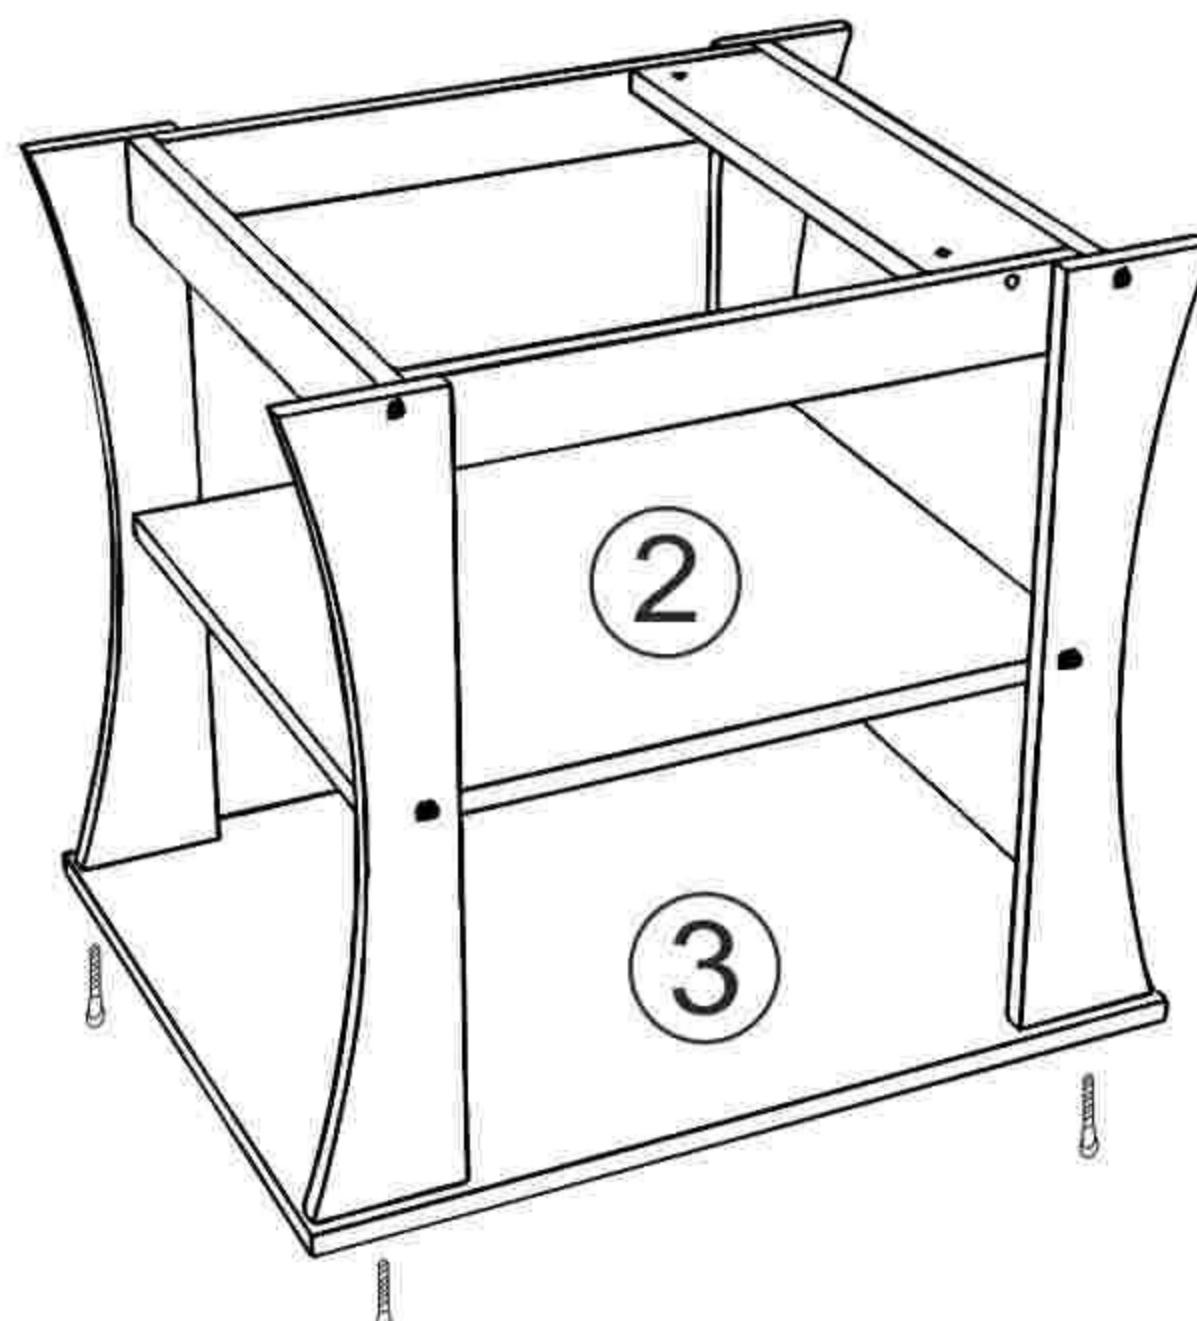
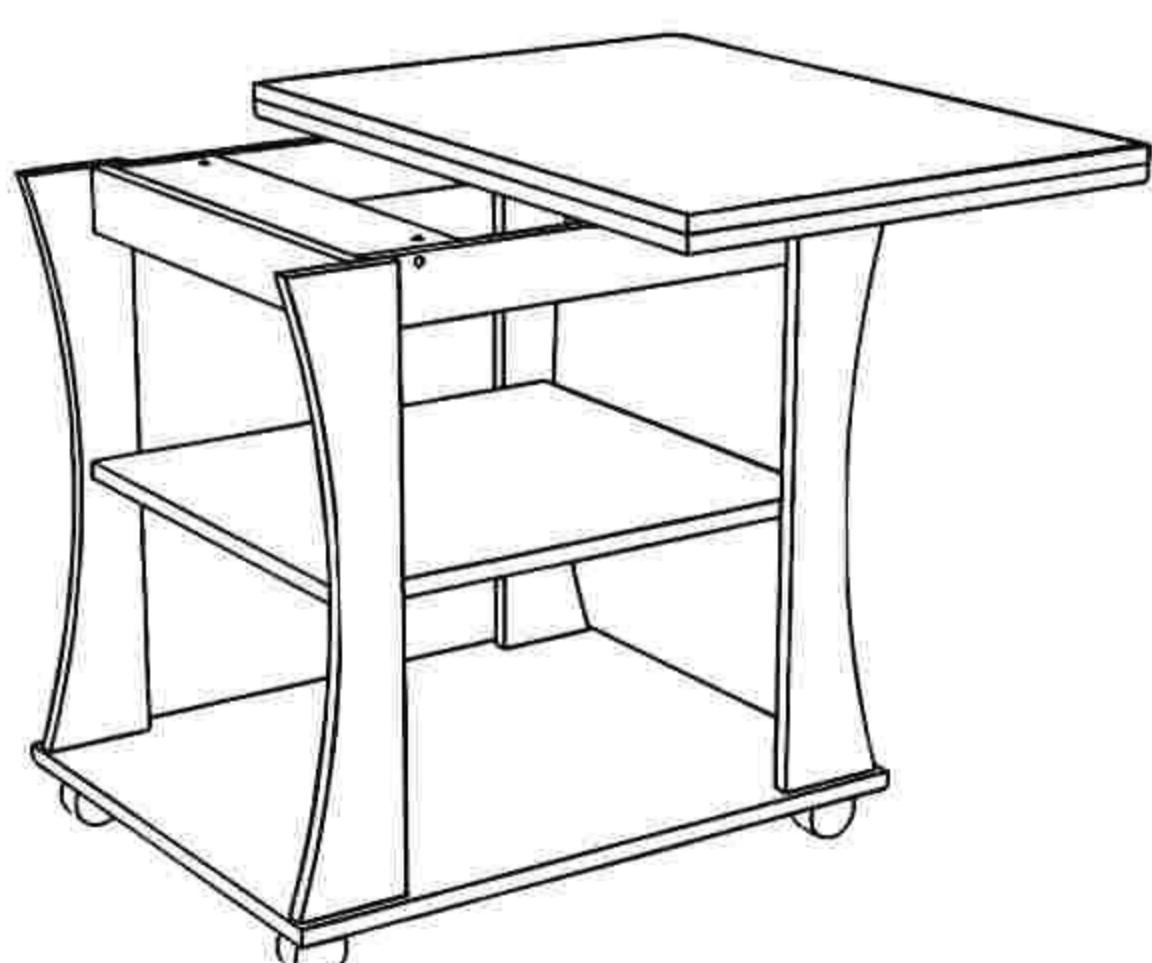

Рис.5
Рис.8
6. Крепим полку среднюю (2) к стойкам (5) конфирматами. - (см. рис 4) и прикрепляем дно (3) - рис.5.
7. Прикручиваем опоры колесные (е) к дну (3) с помощью саморезов (ж).
8. Соединяем столешницы (7) с помощью петель секретерных (к) и саморезов 4,2 x 13 (з). При креплении будьте внимательны, чтобы не продавить саморезами столешницы. Саморезы лучше слегка не докрутить, чем перетянуть. Соединять строго на ровной поверхности.
9. Вставляем шкант (г) в столешницу (1) с внутренней стороны.
11. Для того чтобы разложить столешницу, поверните ее (как показано на рис.8,9) и разложите ее (рис.9,10).